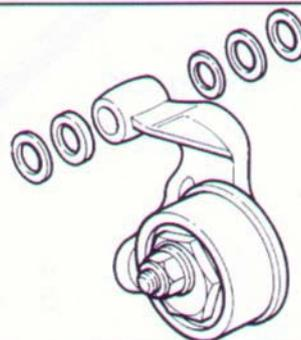

Fig. 32 ▼
**NOTA** Prestare particolare attenzione alla posizione degli spessori (Fig. 32), che dovrà essere scrupolosamente rispettata in fase di rimontaggio.
**NOTE** Note carefully position of the shims (Fig. 32), and put them back in the same positions when reassembling.